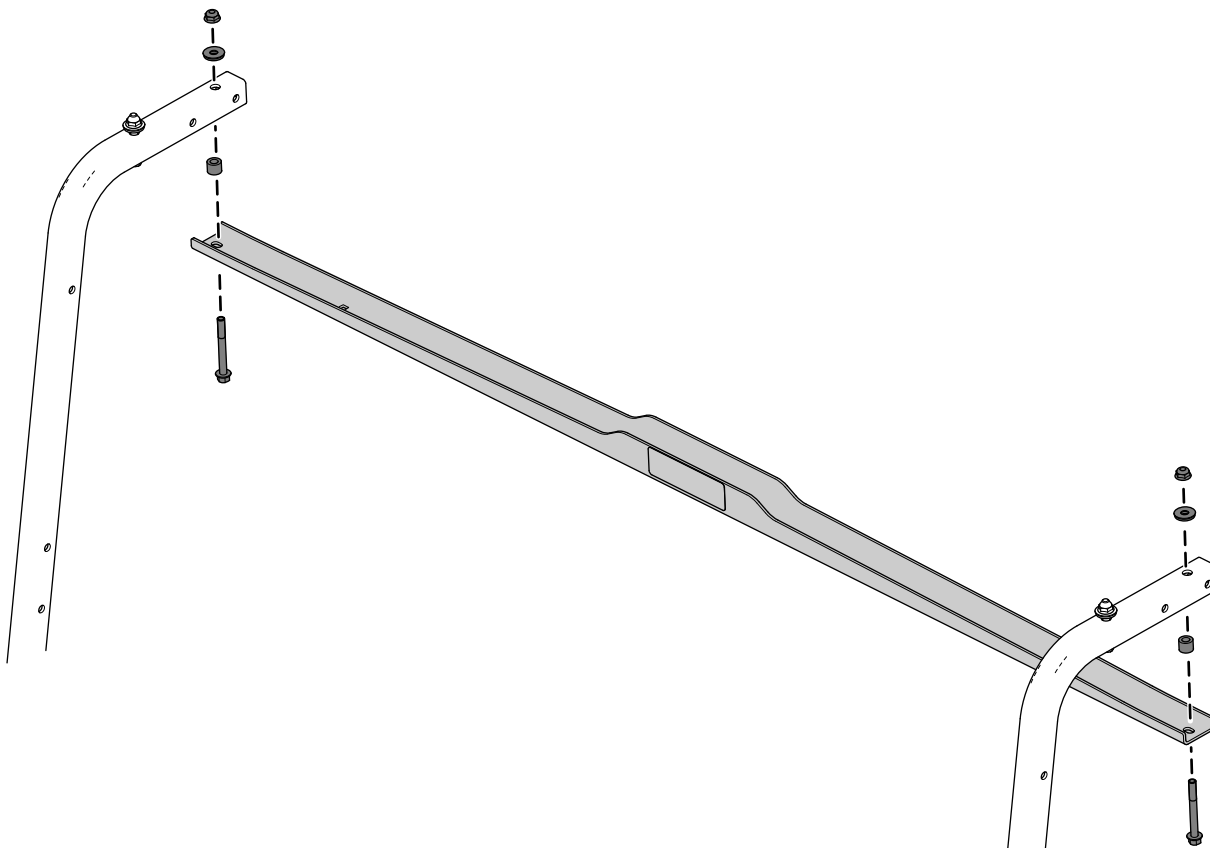

Рисунок 1
Снимите опорный кронштейн навеса, как показано на Рисунок 1.
3. Установите опорный кронштейн навеса с помощью ранее снятых крепежных деталей (Рисунок 1).